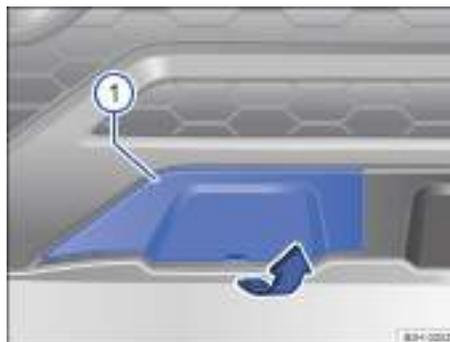

Fig. 166 En el lado derecho del paragolpes delantero: cubierta.
El alojamiento del gancho para remolque enroscable se encuentra en el lado derecho del paragolpes delantero, detrás de una cubierta → fig. 166 ①.
- Introduzca la mano por el rebaje de la cubierta y retire la cubierta en el sentido de la flecha → fig. 166.